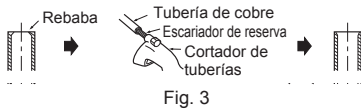

Fig. 3
- Al conectar la manguera de drenaje al tubo de cloruro de vinilo duro, asegúrese de que quede fija al insertarla en el tubo. (Fig. 3)
- Ponga la tapa de drenaje en la sección de la parte posterior de la unidad interior a la que vaya a conectarse la manguera de drenaje. (Fig. 3)
- 2) Elimine completamente las rebabas del corte transversal del tubo. (Fig. 3)